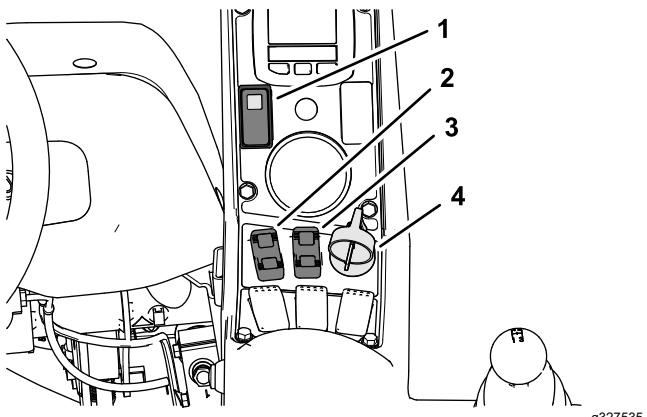
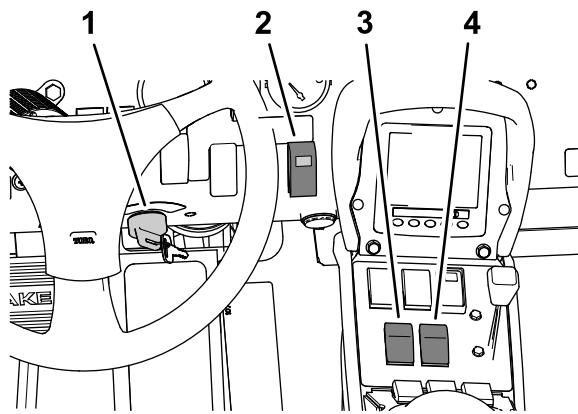
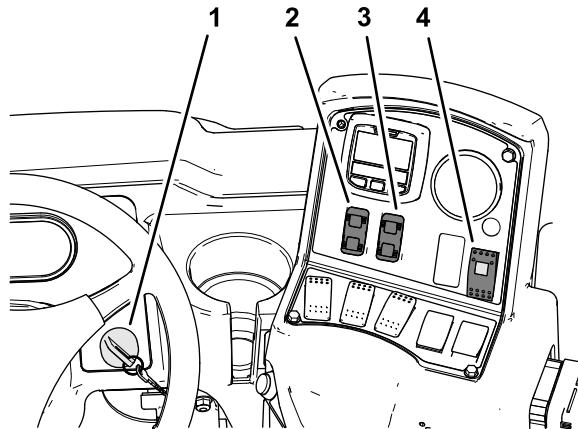

Bild 44
Bild 45
Bild 46
Hinweis: Die Sonic Boom-Anzeigelampe (Bild 44, Bild 45 oder Bild 46) am Sonic Boom-Schalter leuchtet auf und zeigt den Status des Sonic Boom-Systems wie folgt an:
1. Stellen Sie den Sonic-Boom-Schalter (Bild 44, Bild 45 oder Bild 46) in die EIN-Stellung.
2. Senken Sie den Ausleger mit dem Schalter für den Auslegerhub (Bild 44, Bild 45 oder Bild 46) auf den gewünschten Abstand zum Boden ab.
Hinweis: Sie können den automatischen Betrieb der Ausleger vorübergehend mit den Schaltern für den Auslegerhub (Bild 44, Bild 45 oder Bild 46) übersteuern, um einen oder beide Ausleger anzuheben oder abzusenken.
4. Um den Automatikmodus wieder aufzunehmen, drücken Sie den/die Schalter für den Auslegerhub kurz in die ABSENKEN-Stellung (Bild 44, Bild 45 oder Bild 46), damit die Sonic-Boom-Steuerung die Höhe der Auslegerspitze in der gewünschten Entfernung vom Boden positionieren kann.
1. Drücken Sie den Sonic-Boom-Schalter (Bild 44, Bild 45 oder Bild 46) in die Aus-Stellung.
2. Verwenden Sie die linken und rechten Schalter des Auslegerhubs, um die Höhe der äußeren Ausleger anzupassen (Bild 44, Bild 45 oder Bild 46).